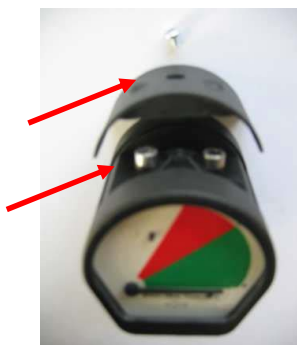

Fig. 1
- Odkręcić górną plastikową pokrywę z obudowy MDM 60 (patrz fig. 1).